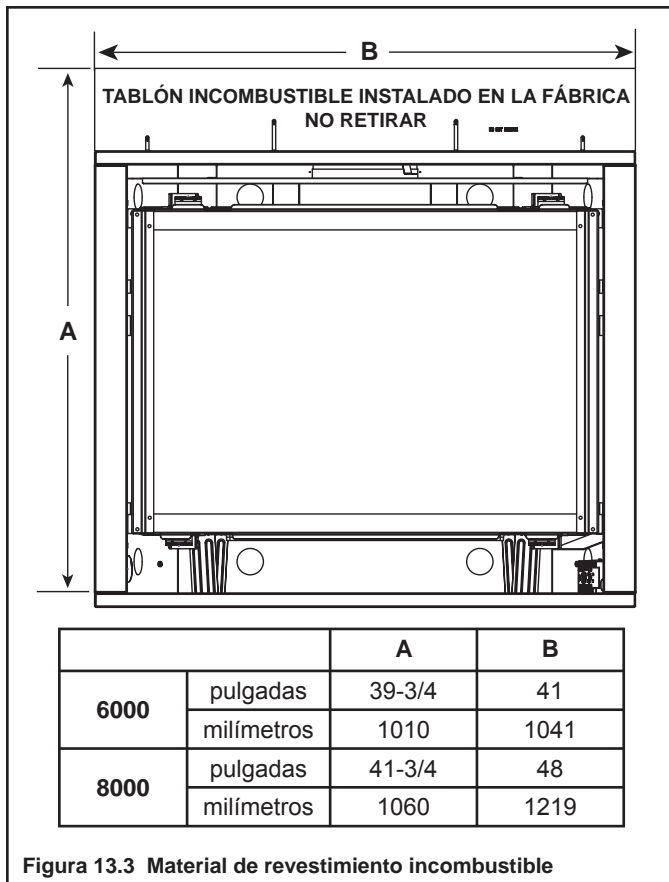

Figura 13.3 Material de revestimiento incombustible
- Selle las brechas entre la pared acabada y la chimenea (parte superior y los costados). Utilice un sellador resistente a una temperatura mínima de 300 °F. Consulte la Figura 13.3.